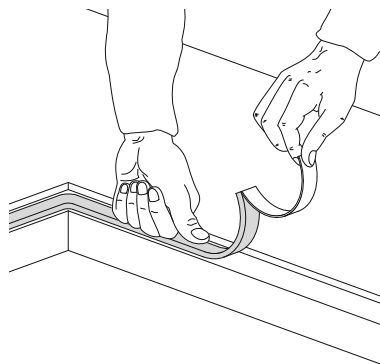

Fig. 5: Posicionamento da guarnição isolante
- Antes de posicionar a placa distender a guarnição de vedação fornecida de série em toda a superfície da fresagem (Fig. 5).